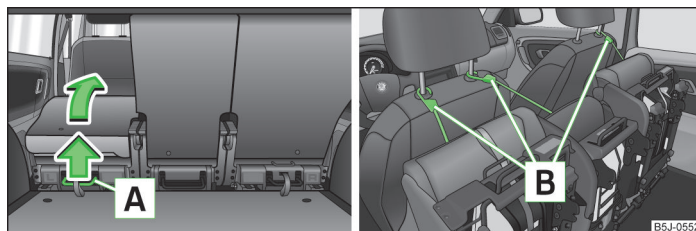

Fig. 41 Rabatarea completă spre înainte a scaunului / asigurarea scaunului rabatat spre înainte
- Trageți maneta » fig. 41 în sus și apoi rabatați spătarul complet spre înainte.
- › Trageți maneta **A** » fig. 41 în sus și rabatați scaunul complet spre înainte.
- › Asigurați scaunul rabatat spre înainte cu ajutorul centurii de fixare **B**, de o tijă a tetierei scaunului din față » fig. 41.